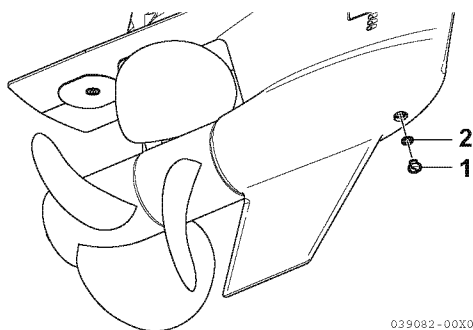

Figure 11
5. Retirez le bouchon de remplissage/vidange d'huile (1, **Figure 11**) et le joint (2, **Figure 11**).